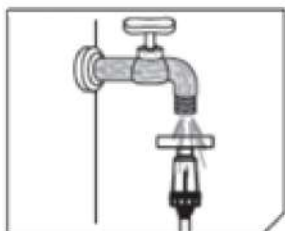
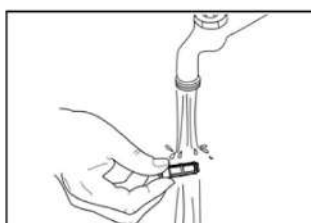
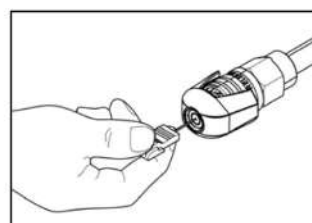

Рис. 15
Рис. 16
Рис. 17
Систематически проверяйте состояние и очищайте фильтрующий элемент фильтра предварительной очистки воды, установленный на всасывающей магистрали. Для этого остановите подачу воды, отсоедините быстросъемный коннектор со шлангом от корпуса фильтра, открутите фильтр против часовой стрелки. Извлеките фильтрующий элемент и промойте его под струей чистой воды (Рис. 15 и Рис. 16).
Если забились грязью распылительная форсунка, прочистите ее специальной иглой, которая входит в комплект поставки (Рис. 17).
3. Открутите сливную пробку помпы и слейте отработанное масло в заранее подготовленную ёмкость (рис. 15)
5. Через отверстие для щупа залейте в помпу чистое масло (SAE 5W40) (рис. 16) до уровня красной точки по центру смотрового окна (при наличии) (рис. 17) или ориентируйтесь по меткам на щупе. Уровень масла на щупе должен быть ближе к верхней метке.